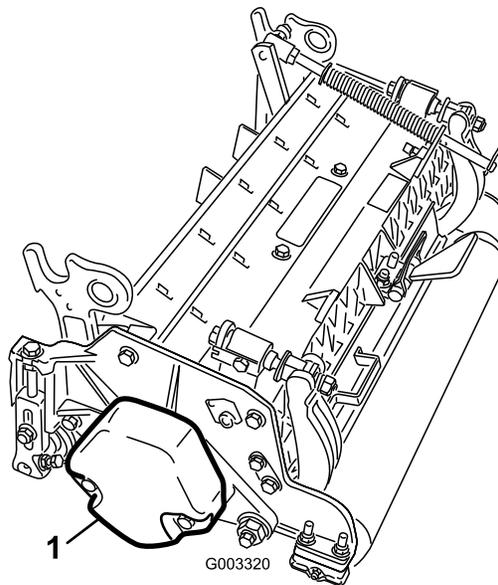

Figure 4
4. Veillez à monter le contrepoids (Figure 4) du bon côté de l'unité de coupe, comme expliqué dans le *Manuel de l'utilisateur* des unités de coupe.